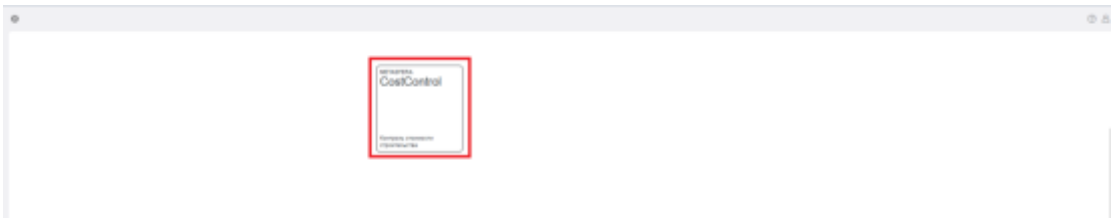

Рисунок 20. Открытие модуля
1. Выбрать модуль Metasfera CostControl (см. Рисунок 20);